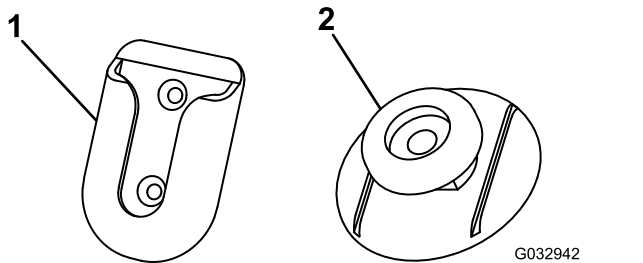

Figura 15
- Limpie la parte trasera del soporte giratorio (Figura 15) con la toallita con alcohol, y luego séquela.
- Retire el papel protector de un lado del adhesivo y aplíquelo a la parte trasera de la pestaña de montaje (Figura 15).